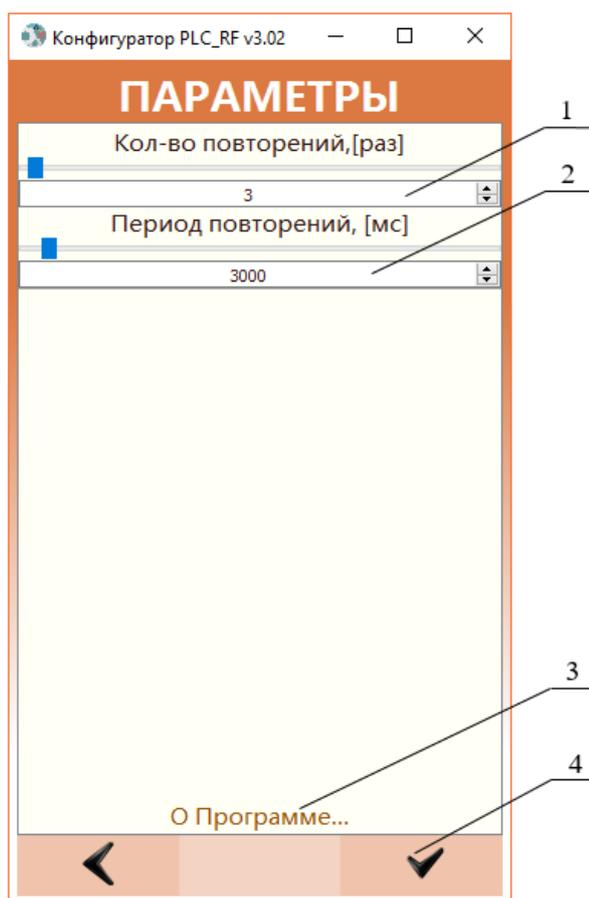

Рисунок 2 – Окно «Параметры»
Прежде чем приступить к конфигурированию устройств необходимо выполнить настройку параметров связи самого configurатора в окне «Параметры» (рис. 2). Параметры связи устанавливают количество и период повторений команды-запроса, отправляемой configurатором, в том случае, если от конфигурируемого устройства нет ответа.
Таблица 3 – Элементы окна «Параметры» и их функции (рис.2)
6.3 Задать нужное число повторений конкретного запроса в поле «Кол-во повторений, [раз]» (рис. 2 поз. 1) и ввести период отправки повторных запросов в поле «Период повторений, [мс]» (рис. 2 поз. 2).
6.4 Нажать кнопку «Принять» (рис. 2 поз. 4) для сохранения параметров и перехода в окно «Соединение».
- 8.3 Открыть окно «Соединение» нажатием кнопки «Принять» (рис. 2 поз. 4) в окне «Параметры»